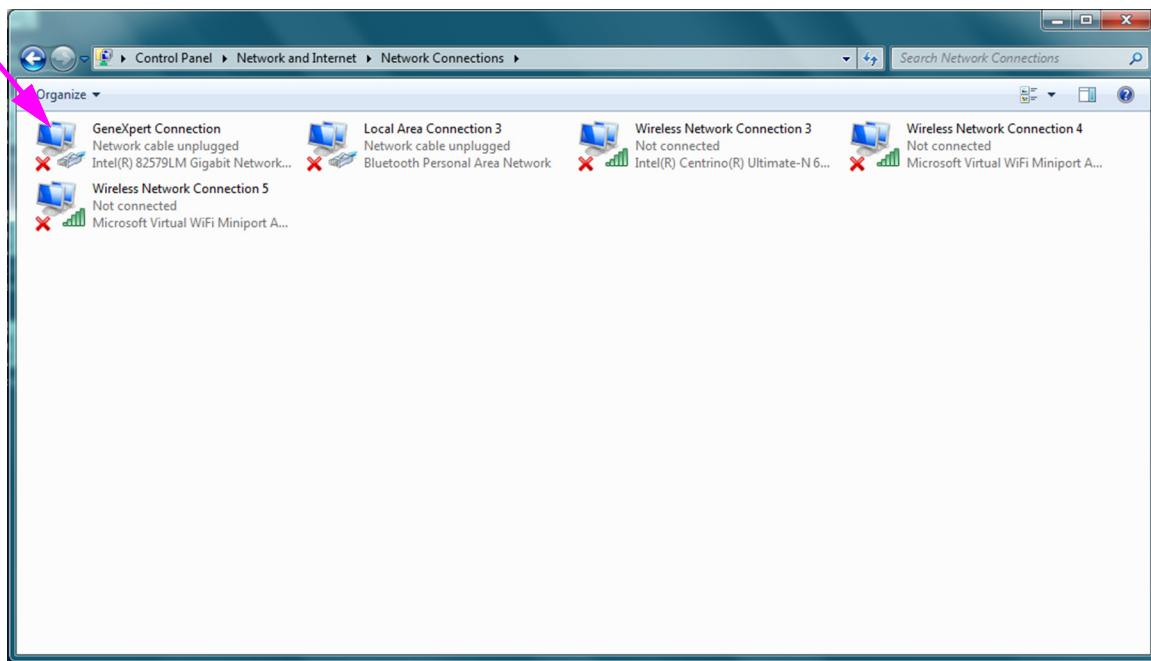

Figure 2-39. Écran Network Connections (Connexions réseau)
5. Cliquer sur **Changer adapter settings** (**Modifier les paramètres de la carte**). L'écran **Network Connections** (**Connexions réseau**) s'affiche. Voir Figure 2-39.